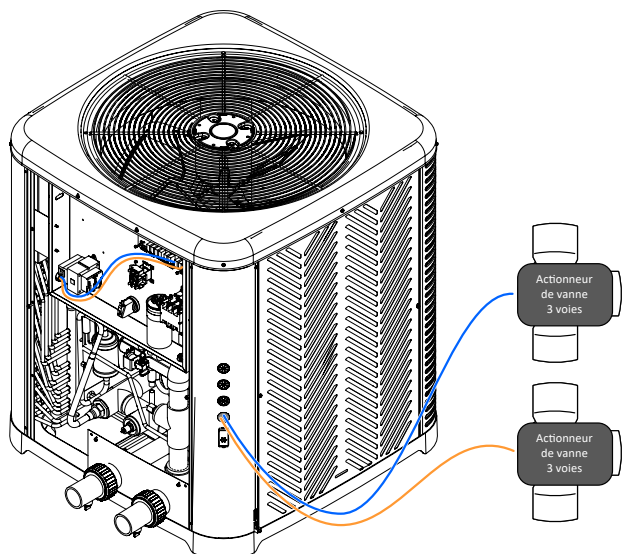

Figure 133. Câblage des actionneurs de vanne
- Suivez les instructions générales de câblage des équipements externes afin de raccorder le faisceau du ou des actionneurs des vannes à la carte de contrôle de l'appareil. Voir **Figure 133**.